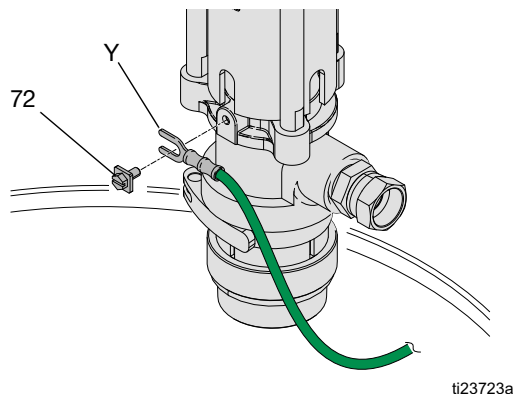

FIG. 9
Pump: Koppla jordkabel (Y) till jordskruv (72) och fäst skruven säkert. Se FIG. 9. Anslut kabelns andra ände till jord. Följ alla svenska elnormer.